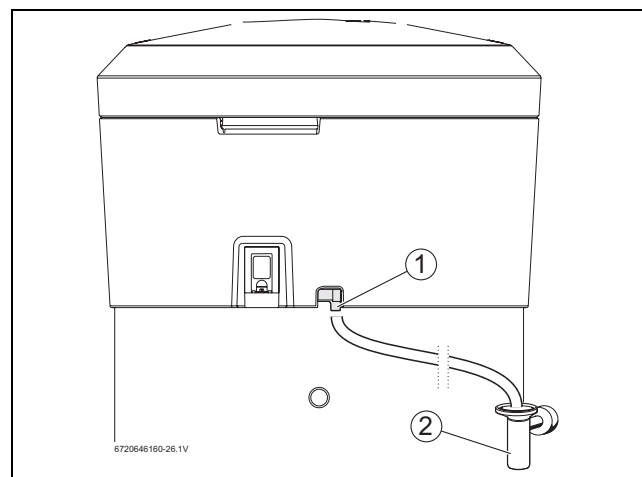

Bild 13 Kondensatablauf
- ▶ Kondensatleitung am Kondensatablauf (Bild 13, [1]) anschließen, damit das Kondensat ungehindert ablaufen kann.
- ▶ Kondensat über einen Trichtersiphon (Bild 13, [2]) abführen.